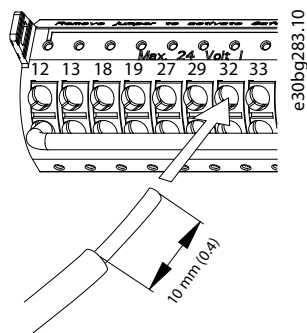

Bild 5.19 Ansluta fasta styrkablar
- Den fasta kabeln (den bara delen) trycks in i anslutningen. Se Bild 5.19.